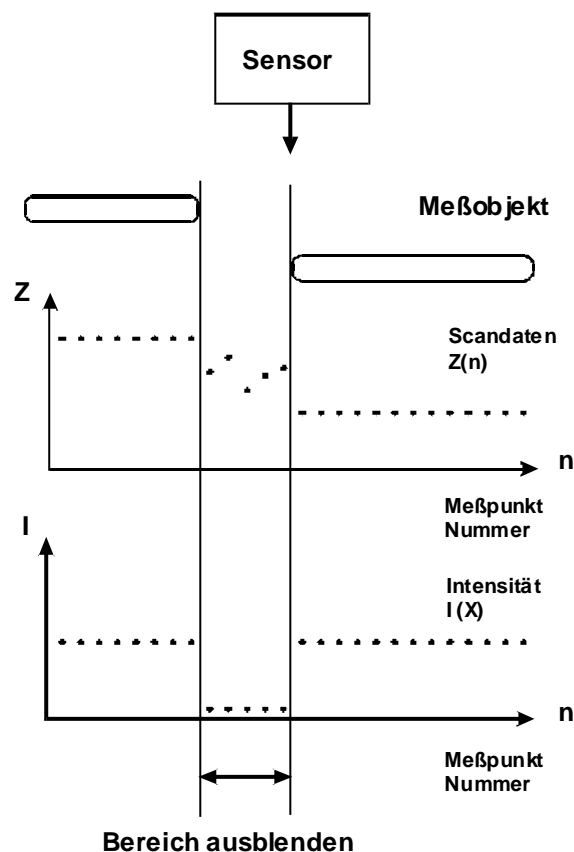

Abbildung 4
- Wenn man die digitale Schnittstelle nutzt, muß für jeden Meßpunkt das zugehörige Intensitätssignal ausgewertet werden, um ungültige Werte auszublenden, wie in Abbildung 4 dargestellt. Zur Datenauswertung und -filterung steht Standardsoftware für Windows 3.1x, Win 95/NT sowie für DOS zur Verfügung (s. *Abschnitt Software*).